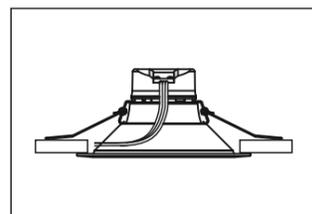

Рис. 5
- 7.6. Включите светильник, удостоверьтесь, что он находится в рабочем состоянии (Рис.5).